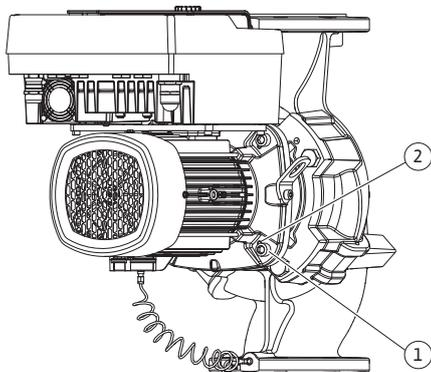

Fig. 10: Insteekset er via draadboringen af-drukken
5. Druk de insteekset (zie Fig. 4) van het pomphuis af. Gebruik daarvoor de 2 draadboringen (zie Fig. 10). Draai M10-schroeven met een geschikte lengte in de draadboringen om de zitting los te maken.
5. Draai de schroef (Fig. I en Fig. III, pos. 10) los om het fixatieplaatje van de verschildruksensor (Fig. I, pos. 13) los te maken van de motorflens. Laat de verschildruksensor (Fig. I, pos. 8) met fixatieplaatje (Fig. I, pos. 13) aan de drukmeetleidingen (Fig. I, pos. 7) hangen. Koppel de aansluitkabel van de verschildruksensor in de elektronicamodule los.
6. Druk de insteekset (zie Fig. 4) van het pomphuis af. Gebruik daarvoor de 2 draadboringen (zie Fig. 10). Draai M10-schroeven met een geschikte lengte in de draadboringen om de zitting los te maken.
8. Draai de 2 onverliesbare schroeven op het beschermplaatje (Fig. I, pos. 27) los en verwijder het beschermplaatje.
9. Steek een moersleutel (sleutelwijdte 18, 22 of 27 mm) in het lantaarnvenster en houd de as aan de sleutelvlakken vast (Fig. I, pos. 16). Draai de waaiermoer (Fig. I, pos. 21) eruit. De waaier (Fig. I, pos. 21) wordt automatisch van de as getrokken. Gebruik bij gietijzere waaiers een aftrekker.
10. Draai, afhankelijk van het type pomp, de schroeven (Fig. II, pos. 10a) of (Fig. II, pos. 10b) los.
11. Maak het lantaarnstuk met een tweearmige aftrekker (universele aftrekker) los van de motorcentrering en trek dit van de as. De mechanische afdichting (Fig. I, pos. 25) wordt dan tegelijk verwijderd. Vermijden dat het lantaarnstuk kantelt.
12. Als de mechanische afdichting is beschadigd, druk dan de tegenring (Fig. I, pos. 26) van de mechanische afdichting uit de zitting in het lantaarnstuk. Nieuwe tegenring in het lantaarnstuk zetten.